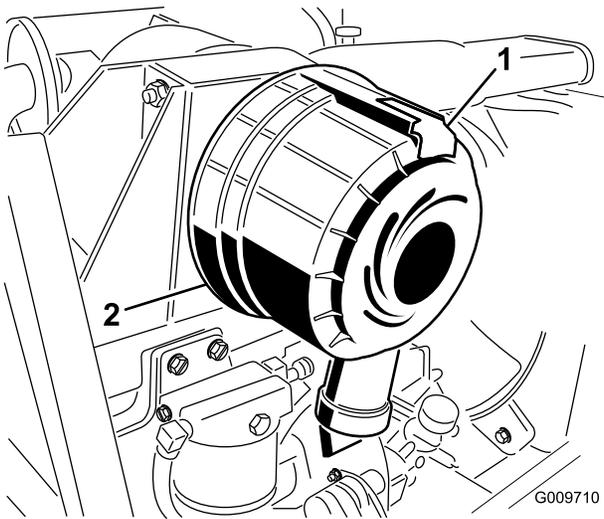

Figura 30
1. Tirate il fermo verso l'esterno e ruotate il coperchio del filtro in senso antiorario (Figura 30).